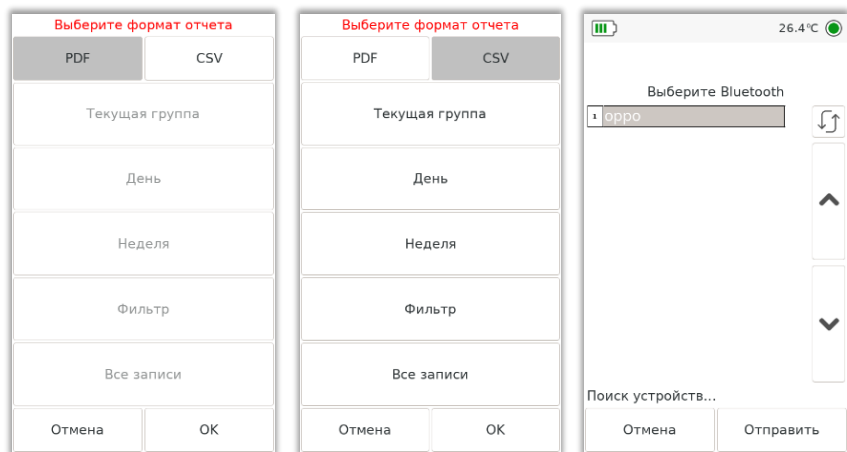

Рисунок 10 Отправка отчета по Bluetooth
5.4.12.После нажатия кнопки со значком Bluetooth появится окно выбора формата отчёта. Если отчет выбран в формате CSV, то предоставляется возможным выбрать диапазон отправки данных (Рисунок 10). После нажатия кнопки «ОК» появится окно выбора